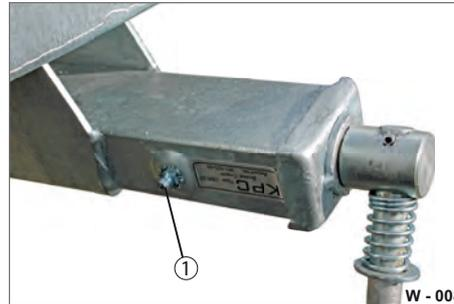

Abb. 8 Schmierstelle
- ▶ Spindel-Feststellbremse mehrmals betätigen und die Schmierstellen vorsichtig reinigen, den Schmiernippel (Abb. 8/1) mit einem sauberen, trockenen Lappen.